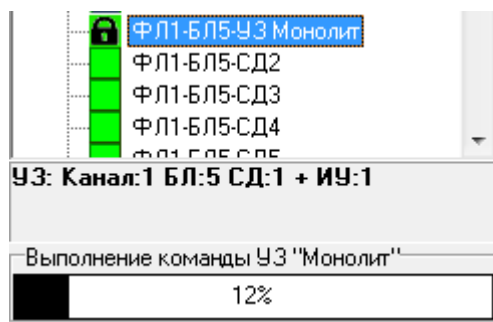

Рисунок 21.
- Дождаться выполнения команды. Процесс выполнения команды отображается внизу дерева объектов (см. рисунок 21);